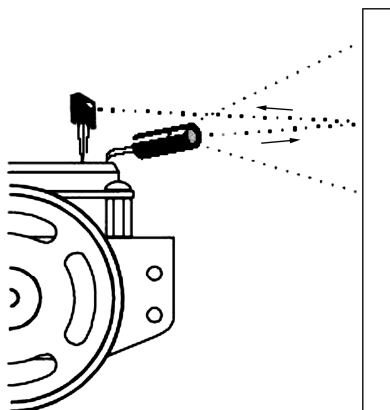

图 6-1 用红外光探测障碍物
在机器人上建立的红外光探测物体系统在许多方面就像汽车的前灯系统。当汽车前灯射出的光从障碍物体反射回来时，人的眼睛就发现了障碍物体，然后大脑处理这些信息，并据此控制身体动作驾驶汽车。机器人使用红外线二极管 LED 作为前灯，如图 6-1 所示。
(3) 保持机器人与串口电缆的连接, 因为你需用调试终端来测试 IR 组。
(4) 放一个物体, 比如手或一张纸, 距离左侧 IR 组大约 2~3cm 处, 如图 6-1 所示。